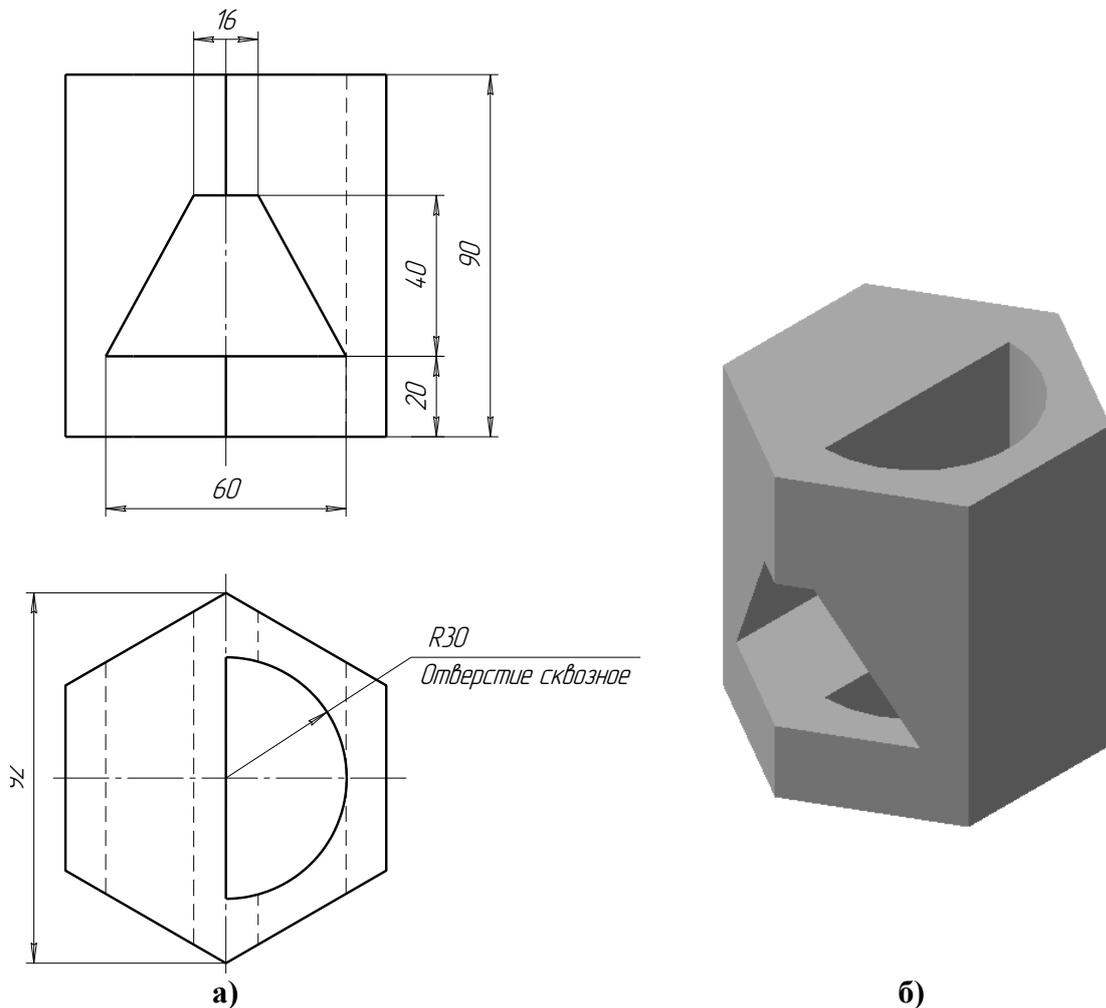

Рис.111 Задание для построения чертежа призмы
**Построение разрезов в системе КОМПАС изучим на примере построения чертежа призмы, задание для которого изображено на рис.111.**